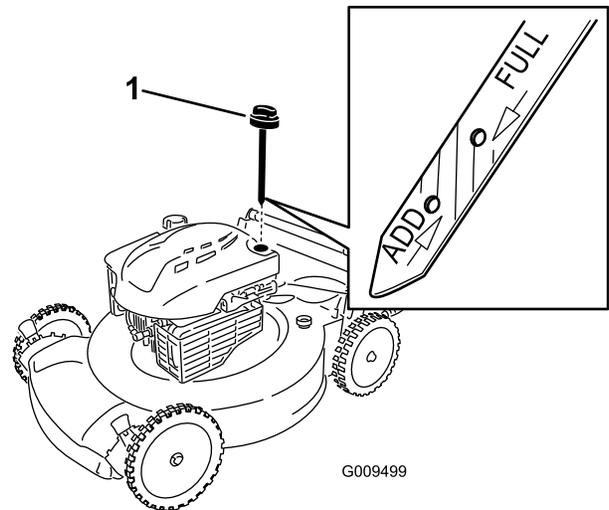

Bild 19
6. Nehmen Sie den Peilstab aus dem Öleinfüllstutzen (Bild 19).